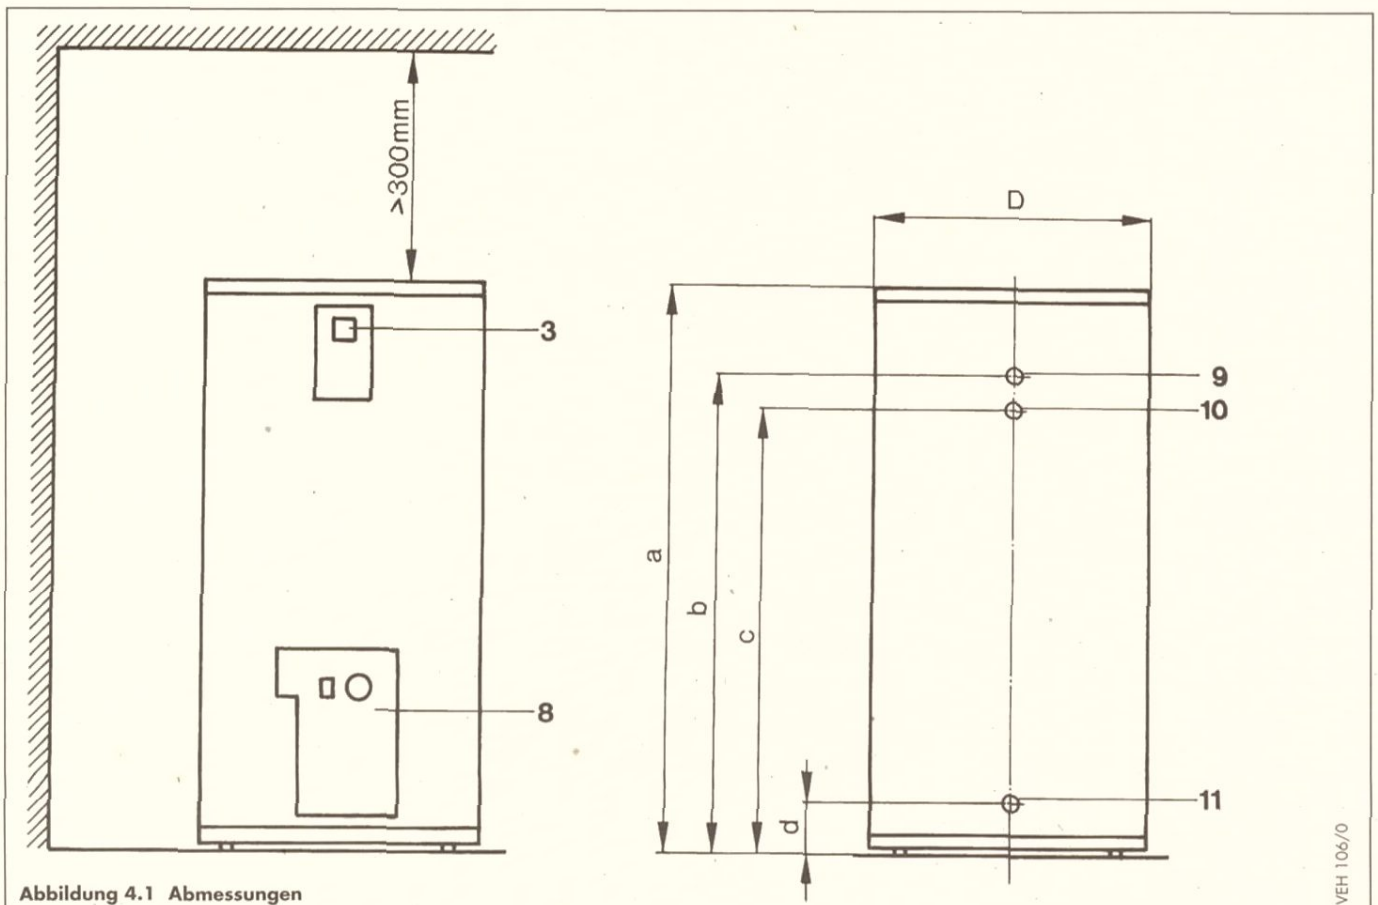
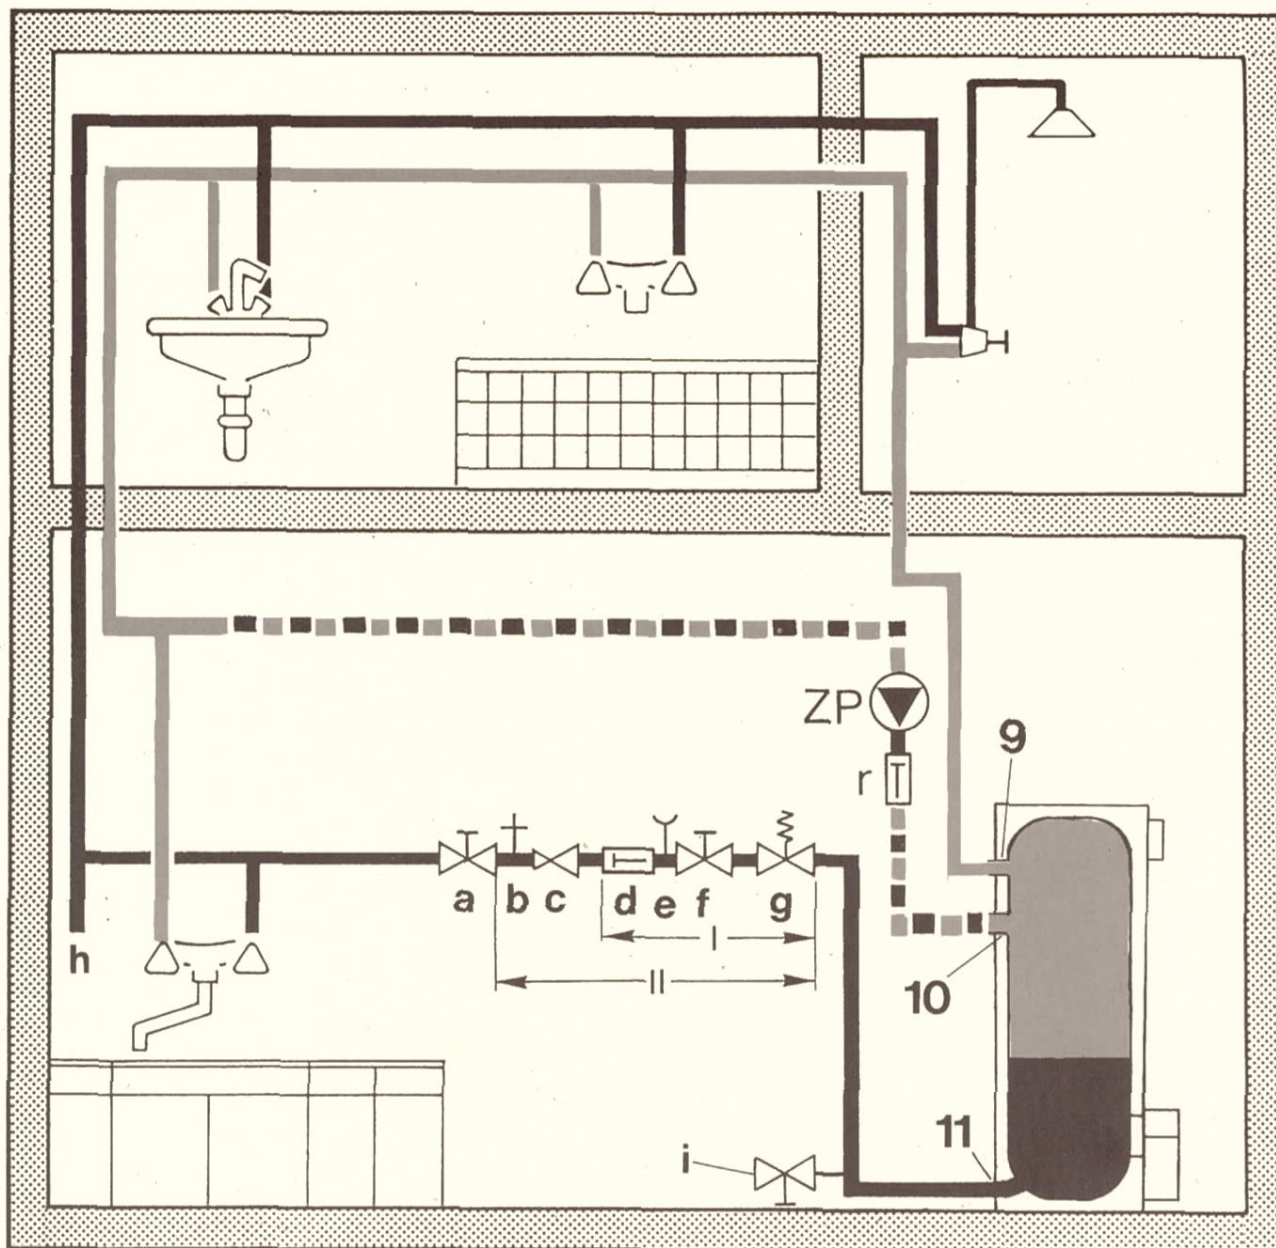

Abbildung 4.1 Abmessungen
Abbildung 6.1 Installationsbeispiel für VEH.../2 mit Zirkulationsleitung
Legende zu Abbildung 4.1
Die Lage der Wasseranschlüsse ist aus Abbildung 4.1, Seite 5, ersichtlich. Es können Stahl- oder Kupferrohre verwendet werden. Ein Kunststoffrohr ist nur in der Kaltwasserzuleitung bis zur Sicherheitsgruppe zulässig.
Die **Kaltwasserzuleitung** ist gut durchzuspülen, bevor sie über die Sicherheitsgruppe mit dem Kaltwasseranschluß (11, Abbildung 4.1, Seite 5) verbunden wird. Eine Entleerungsmöglichkeit des Speichers ist am Kaltwasseranschluß vorzusehen (i, Abbildung 6.1, Seite 7).
Für Warmwasserleitungen sind wärmeisolierte Kupferrohre wegen ihrer geringen Wärmeverluste besonders geeignet. Die Warmwasserleitung ist an den Warmwasseranschluß (9, Abbildung 4.1, Seite 5) des Elektro-Warmwasserspeichers anzuschließen. Nicht benötigte Anschlußstutzen sind mit rostfreien Kappen druckfest zu verschließen.
Wie in Abb. 6.1, Seite 7 gezeigt, werden die Zapfstellen vom Warmwasseranschluß (9) mit einem isolierten Kupferrohr ringförmig so verbunden, daß die letzte Zapfstelle wieder in der Nähe des Elektro-Warmwasserspeichers liegt. Hinter dieser Zapfstelle ist eine kleine Zirkulationspumpe (ZP) anzuschließen.
Legende zu Abb. 6.1